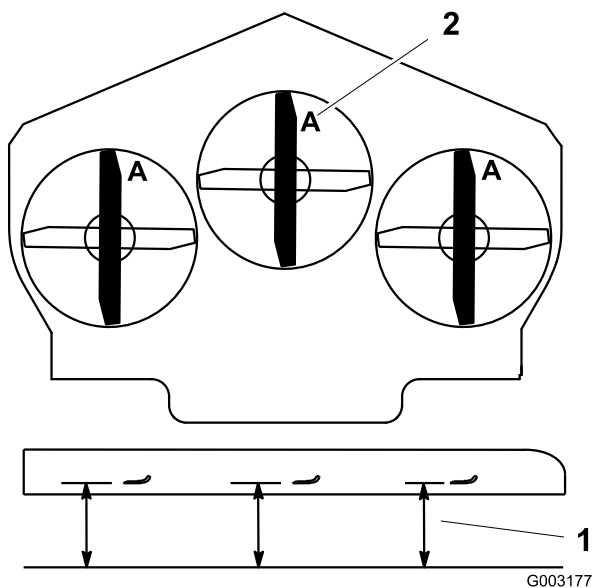

Bild 82
3. Drehen Sie die Schnittmesser, bis die Enden nach vorne und hinten gerichtet sind (Bild 82). Messen Sie von einer ebenen Fläche bis zu den Schnittkante (Position A) der Messer (Bild 82). Notieren Sie diesen Wert.